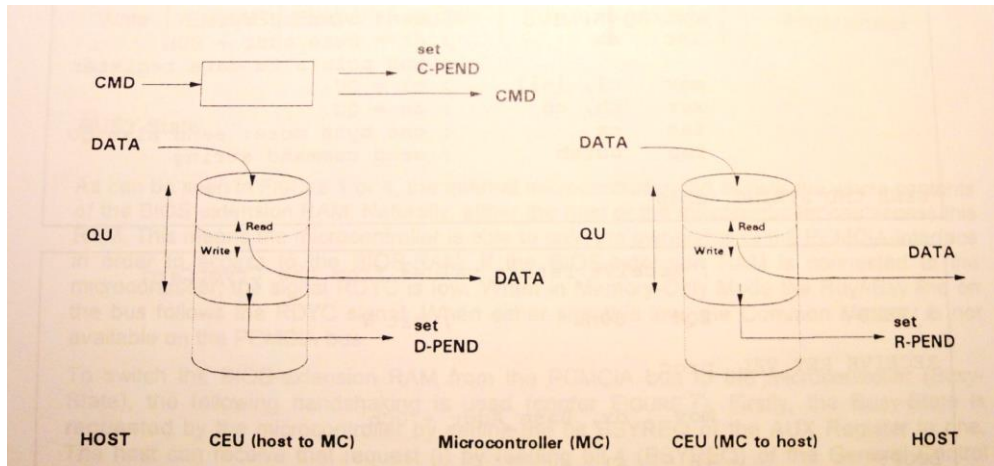

Abb. 7: Veranschaulichung der Command Exchange Unit
Der Briefkasten („Command Exchange Unit“) war ein kompliziertes Teil, u.a. weil ich es aus einfachen Standard-Superzellen zusammensetzen musste. Das waren die vordefinierten Bausteine, die der Chiphersteller (in unserem Fall ebenfalls Toshiba) überhaupt ins Silizium implantieren konnte. Überträgt das Notebook (Host in Abb. 7) Daten an die CryptCard (MC), so füllt sich der 64 Byte große Briefkasten von oben nach unten. Liest die Karte diese Daten, so leert er sich. Ähnlich funktioniert die umgekehrte Kommunikation von der Karte (MC) zum Notebook (Host), rechts im Bild. Statussignale zeigen an, wenn der Puffer voll bzw. leer ist bzw. wenn